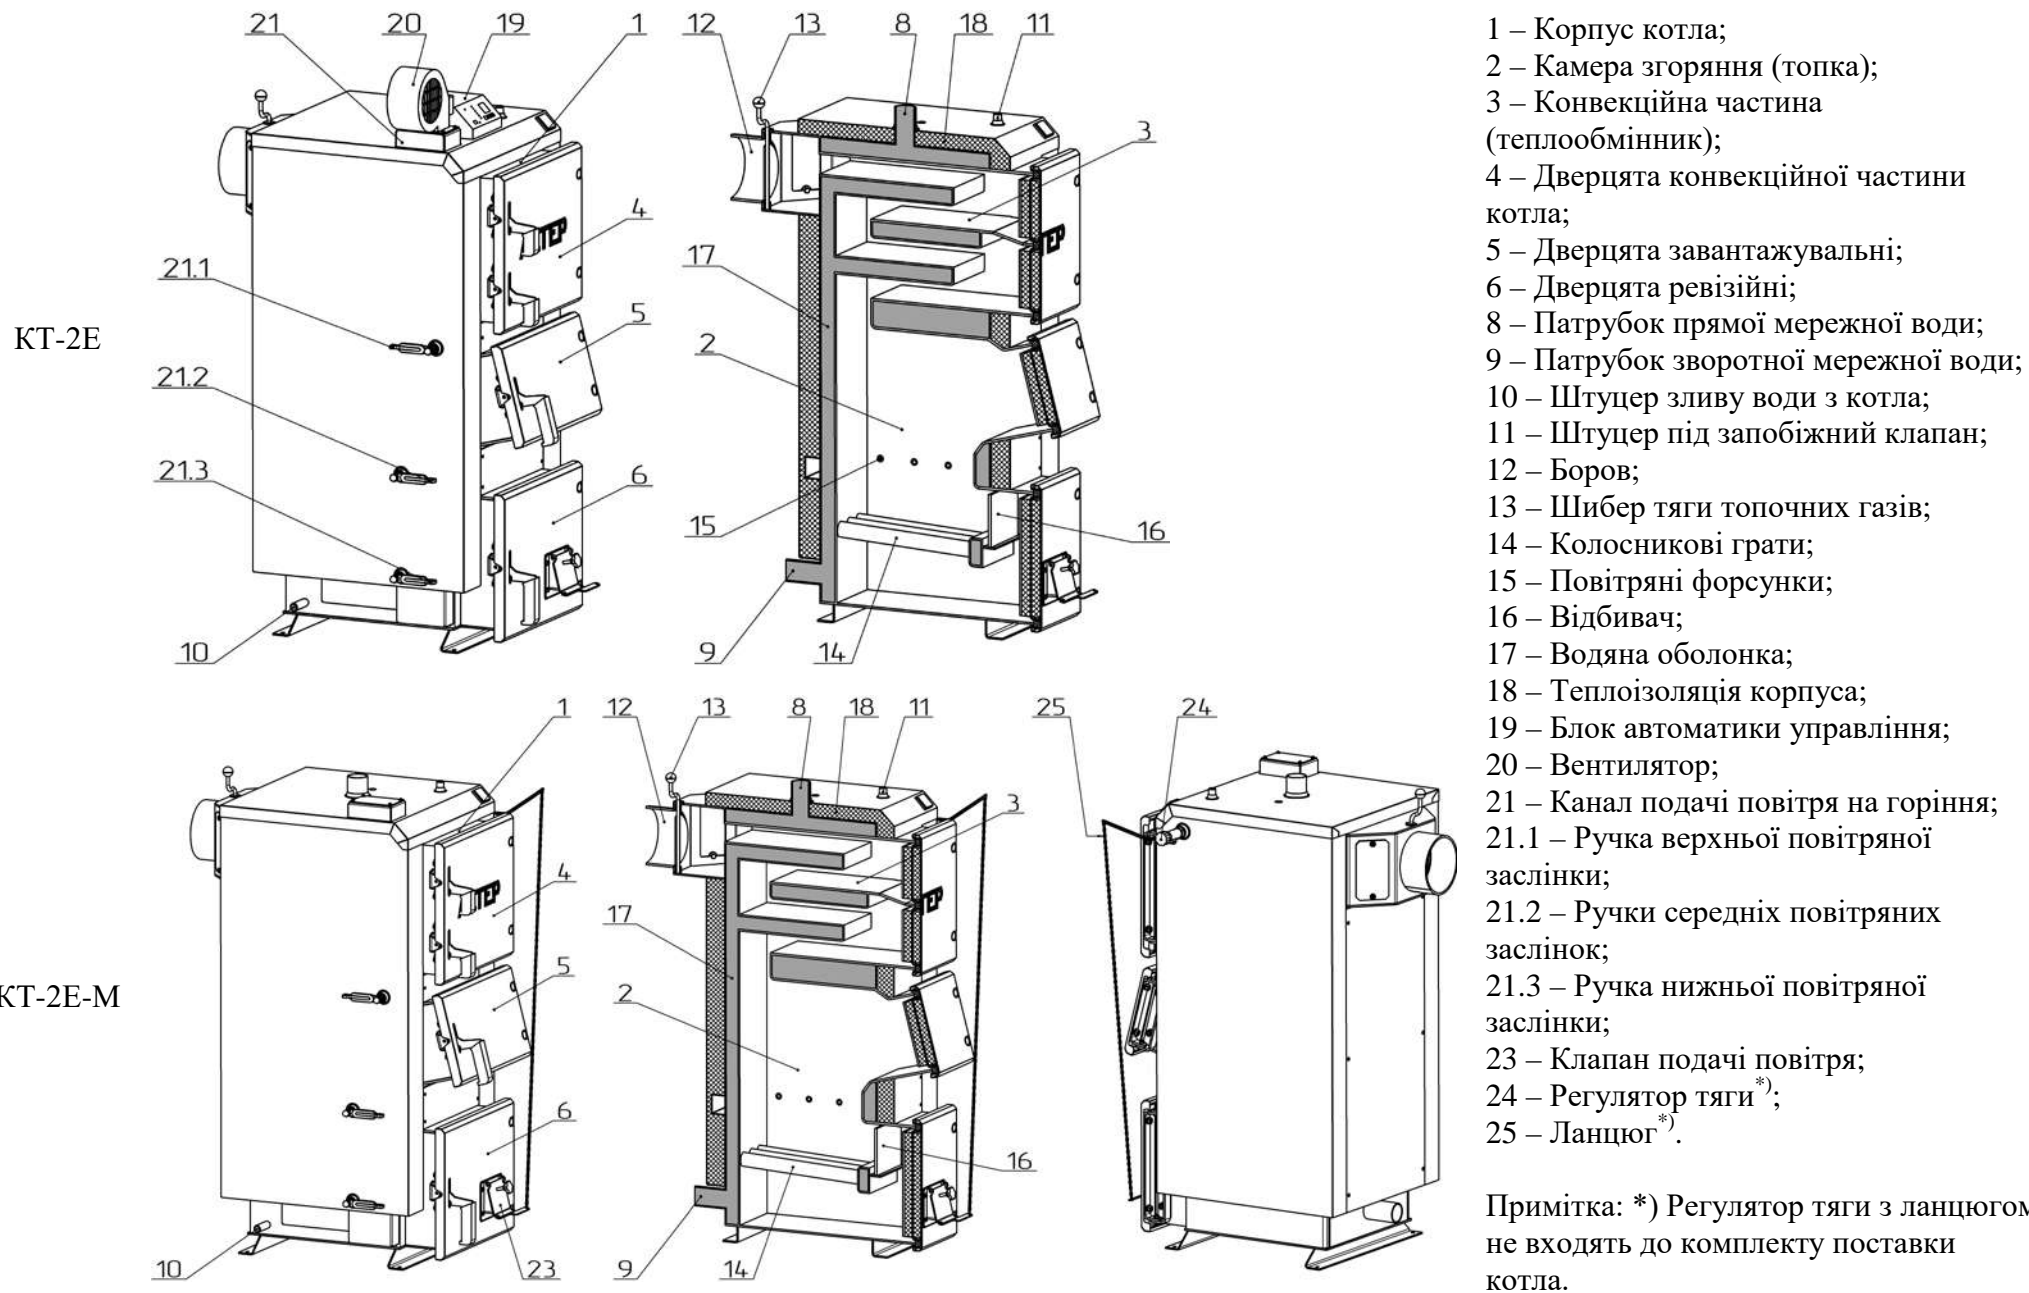

Рисунок 2 – Зовнішній вигляд та основні елементи котла
Конструктивно котел являє собою збірно-зварену конструкцію, що складається з корпусу (поз. 1, рис. 2) з камерою згоряння (топкою) (поз. 2, рис. 2). Над топкою розташована конвекційна частина котла (поз. 3, рис. 2), що являє собою високоєфективний чотирьохходовий теплообмінник.
Корпус котла виконаний в формі паралелепіпеду з подвійними стінками, які розділені водними перегородками (поз. 17, рис. 2). На зовнішній поверхні корпусу під декоративною обшивкою закріплена теплова ізоляція. (поз. 18, рис. 2).
Паливо для процесу спалення завантажується на колосникові ґрати (поз. 14, рис. 2) крізь завантажувальні дверцята (поз. 5, рис. 2). Колосникові ґрати виконані з товстостінних безшовних труб по яких постійно циркулює вода з водяної оболонки котла, що унеможливує їх прогорання.
- у котлі КТ-2Е – по каналу подачі повітря (поз. 21, рис. 2) припливним вентилятором (поз. 20, рис. 2). Кількість повітря, необхідного для процесу згоряння, регулюється автоматично блоком автоматики управління (поз. 19, рис. 2);
- у котлі КТ-2Е-М – крізь вікно клапана подачі повітря (поз. 23, рис. 2), що закривається кришкою під колосникові ґрати. Кількість повітря, необхідного для процесу згоряння, регулюється механічним регулятором тяги (поз. 24, рис. 2), який шляхом натягу або послаблення ланцюга (поз. 25, рис. 2) керує положенням кришки клапана. **Регулятор тяги не входить до комплекту поставки котла.**
Підведення і відведення теплоносія здійснюється відповідно через патрубки зворотної мережної води (поз. 9, рис. 2) і прямої мережної води (поз. 8, рис. 2).
Топочні гази виходять у димохід крізь боров (поз. 12, рис. 2), розташований у задній частині котла. Боров обладнано вбудованим дросельним клапаном продуктів згоряння – шибером (поз. 13, рис. 2). У випадку надто високої тяги у димоході шибер дає можливість її знизити шляхом часткового перекривання вихідного отвору борова.
У верхній частині корпусу котла розташований штуцер для встановлення запобіжного клапана (поз. 11, рис. 2).
На бічній стінці корпусу у нижній її частині розміщено штуцер для зливу води з котла (поз. 10, рис. 2).
- дверцята для періодичного обслуговування (чищення) конвекційної частини котла (поз. 4, рис. 2);
- ревізійний дверцята (поз. 6, рис. 2) для періодичного чищення колосникових ґрат;
- дверцята зольника (поз. 7, рис. 2).